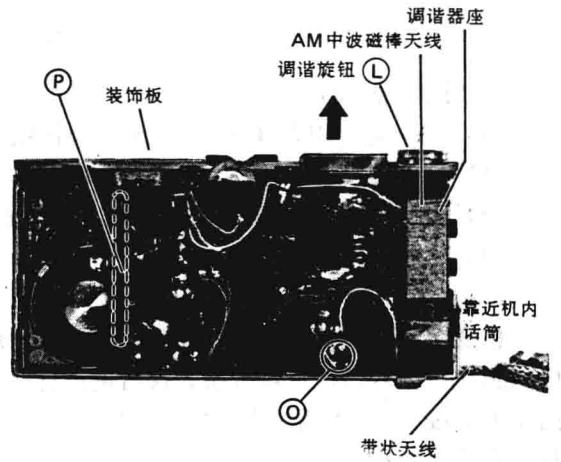
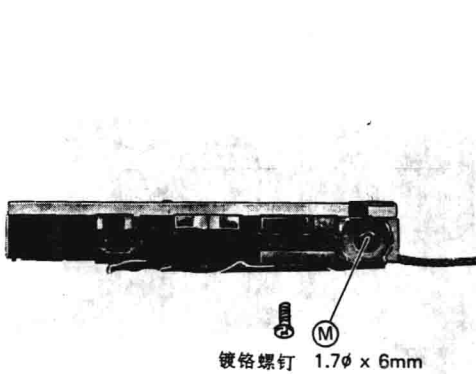

图 1-8
图 1-9
见图 1-8, 拆下调谐旋钮⑬。见图 1-9, 拆下位于旋钮之下的螺钉⑭。
见图 1-8, 拆开导线④, 拆下天线带。然后沿图 1-8 中箭头方向松开电路板, 保持中波磁棒天线及调谐器支架不动, 往上提起印刷电路板靠近扬声器侧⑰, 即可拆开主印刷电路板。